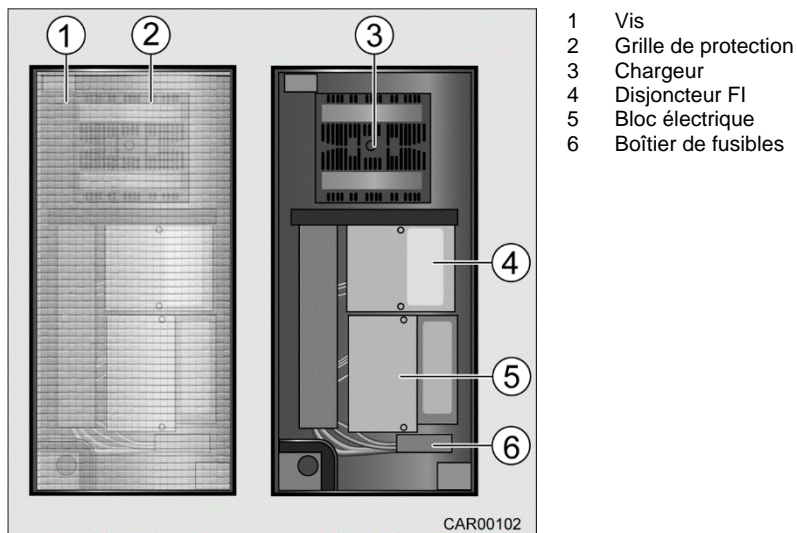

Fig. 119 Bloc électrique dans le garage
Le bloc électrique (Fig. 119/5) est installé dans le garage derrière une grille de protection (Fig. 119/2). Derrière la grille de protection (Fig. 119/2) se trouve également un boîtier de fusibles gris (Fig. 119/6) pour d'autres consommateurs et options spéciales 12 V.
Pour protéger l'appareil d'une fausse manipulation, le bloc électrique (Fig. 119/5) et le chargeur (Fig. 119/3) sont installés derrière une grille de protection (Fig. 119/2) perméable à l'air et amovible.
1. Desserrer les vis (Fig. 119/1) les unes après les autres en les tournant un quart de tour dans le sens anti-horaire.
2. Enlever la grille de protection (Fig. 119/2).
3. Une fois les travaux terminés, immédiatement remettre en place la grille de protection (Fig. 119/2).
- Pour protéger l'appareil d'une fausse manipulation, immédiatement remettre en place la grille de protection (Fig. 119/2) sur le bloc électrique (Fig. 119/5) après les travaux.
Le chargeur (Fig. 119/3) a été spécialement développé pour le secteur des caravanes et des bateaux pour charger des batteries gel de 12 V.